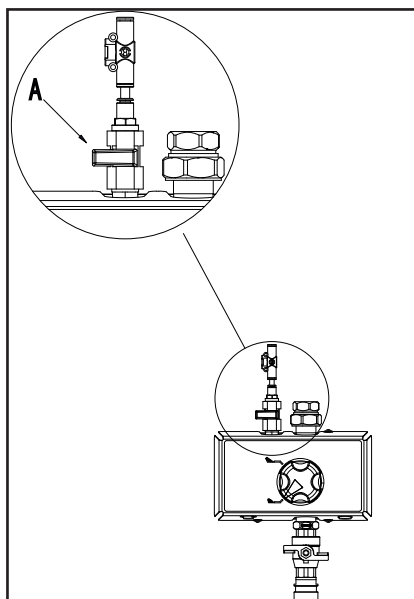

Fig. 7 110002092
1. Contrôler que les alimentations en eau et en air du système sont ouvertes. (voir A, Fig.7, air). Activer, le cas échéant, l'alimentation centrale en produits chimiques.
2. Fermer l'alimentation en air (A, Fig. 7).